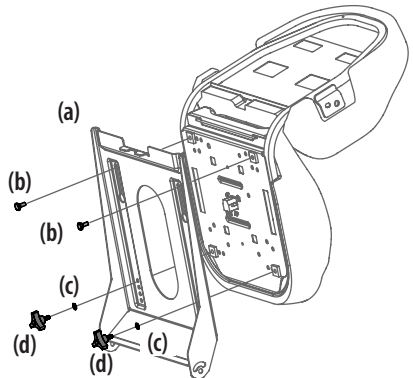

Figura 4
- a. Para el asiento que se ajuste con perillas, inserte los pernos (b) en los orificios traseros y trabe la arandela (c) y las perillas (d) en el frente. Ajuste bien. Consulte la Figura 4.